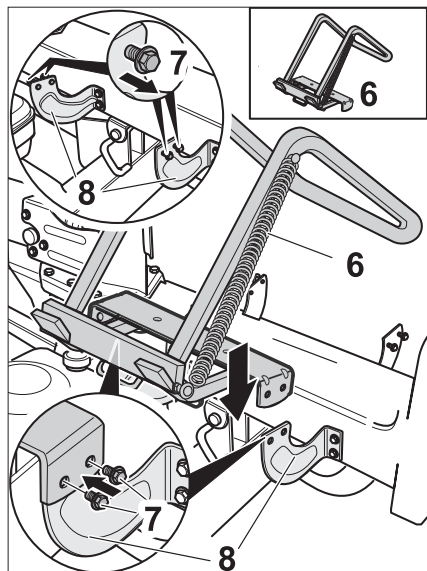

Figure 9b
- Contre les deux supports (8), montez le support de bois (6) à l'aide des 4 vis (7) préalablement retirées. Voir la figure 9b.